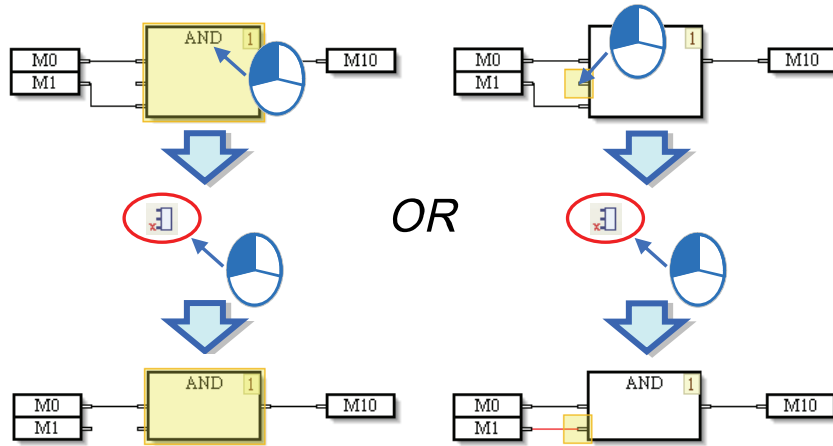

图 12-17 清除输入接脚
- (5) 当需要清除接脚时，可以选择逻辑闸后按下图标工具栏的「清除输入接脚」按钮，此时会清除逻辑闸最下方的输入接脚；或着也可直接点选某个输入接脚后按下「清除输出接脚」按钮，清除该接脚，如图 12-17。